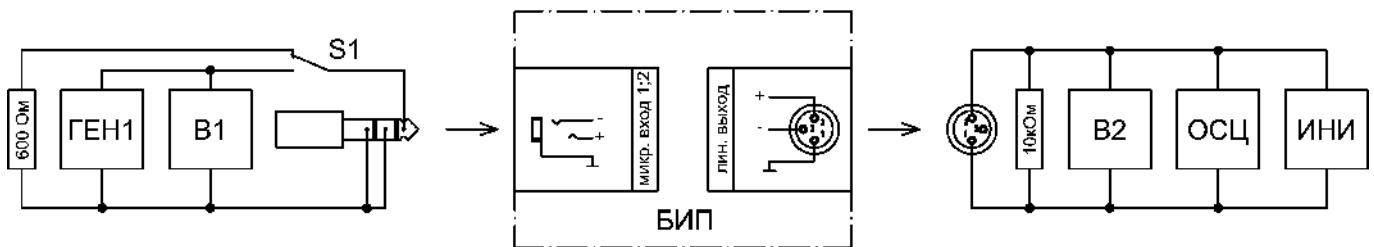
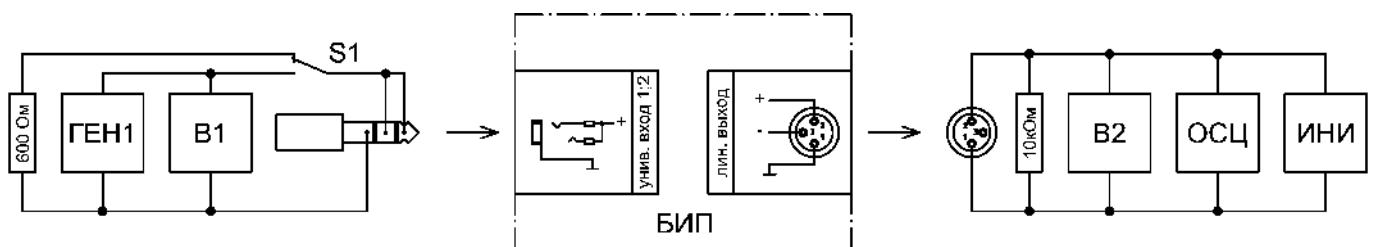
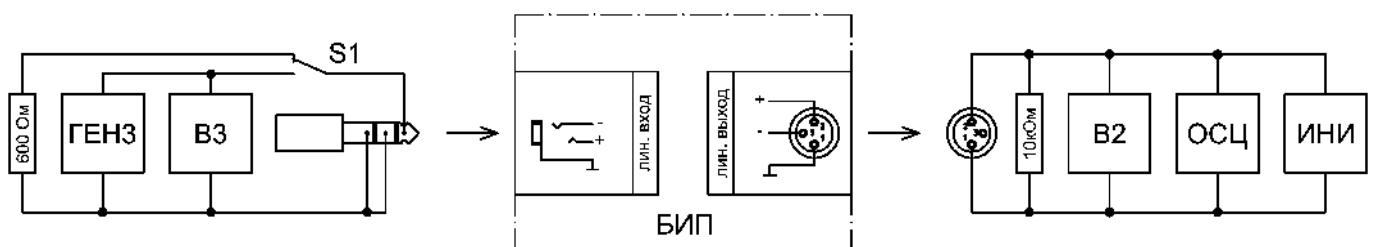

Рис.2 Схема измерений по микрофонному входу.
Рис.3 Схема измерений по универсальному входу
Рис.4 Схема измерений по линейному входу.
10.4. Измерения проводят подавая сигнал поочередно на микрофонные входы 1;2 (рис.2), универсальные входы 1;2 (рис.3) и на линейный вход (рис. 4). Напряжение выходного сигнала измеряют на контактах разъема «ЛИН. ВЫХОД» по несимметричной схеме включения. Проверке подвергаются все пять входов. Контролируются только основные параметры: чувствительность (номинальное входное напряжение) и амплитудно-частотная характеристика.
10.6. Проверка чувствительности микрофонных входов 1;2 (рис. 2).
10.7. Проверка чувствительности универсальных входов 1;2 (рис. 3).
10.8. Проверка чувствительности линейного входа (рис. 4).
10.9. Проверку диапазона воспроизводимых частот, на соответствие п.2.4, по микрофонным входам 1;2 проводят по структурной электрической схеме рис. 2.
10.10. Проверку диапазона воспроизводимых частот, на соответствие п.2.4, по универсальным входам 1;2 проводят по структурной электрической схеме рис. 3.
10.11. Проверку диапазона воспроизводимых частот, на соответствие п.2.4, по линейному входу проводят по структурной электрической схеме рис. 4.
- Рассчитайте неравномерность амплитудно-частотной характеристики в децибелах (дБ) по формуле (1):